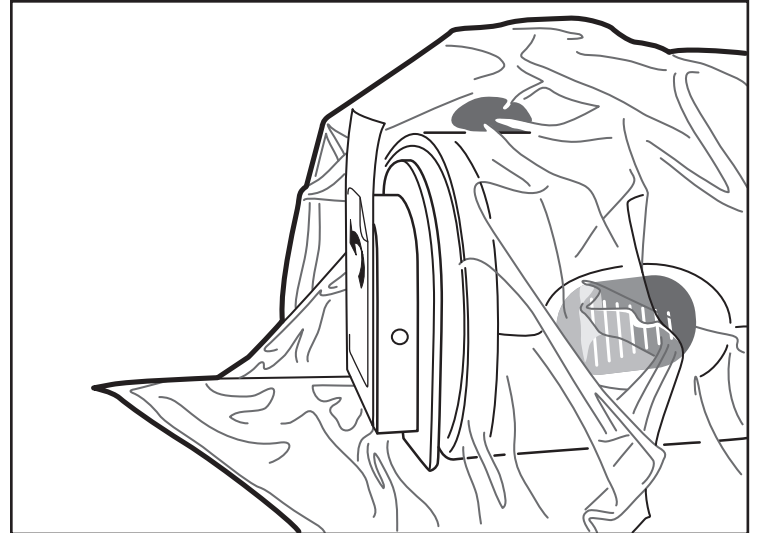

Afbeelding 6. Na het plaatsen van de zak
7. Zodra de zak de MDU5 PLUS-motoraandrijving goed bedekt, stopt u met het naar binnen schuiven van de MDU5 PLUS-motoraandrijving. De zak bevindt zich nu op de juiste plaats. De steriele gebruiker hoeft de MDU5 PLUS-motoraandrijving niet helemaal tot aan het afdekplaatje van de zak te schuiven. Het is normaal dat er wat ruimte zit tussen het uiteinde van de MDU5 PLUS-motoraandrijving en het afdekplaatje op de zak (afbeelding 6).